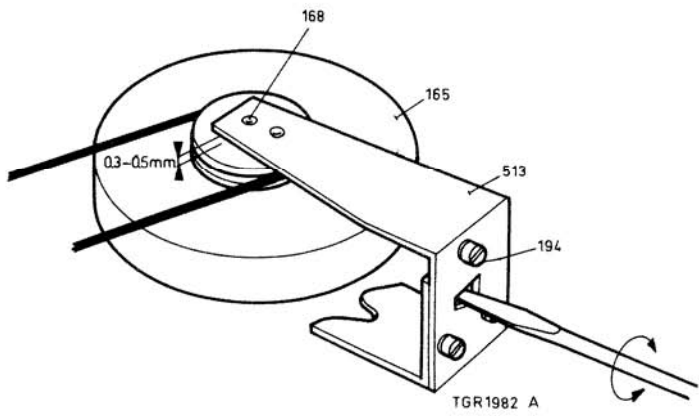
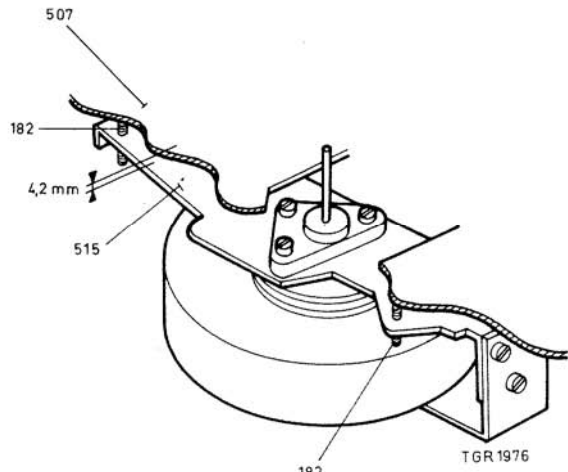

Fig. 29
Fig. 30
#### Instelling van het vliegwiel pos. 165, zie fig.29
- In deze stand moet de afstand tussen de onderkant van de toon- as en het lagerplaatje pos.168 tussen de 0,3 en 0,5 mm bedragen.
- Dit is in te stellen door beugel pos. 513 met behulp van een schroevendraaier te verschuiven. (Eerst de schroeven pos. 194 los zetten.)
#### Hoogte-instelling klapchassis pos. 515, zie fig.30
- De afstand tussen klapchassis pos. 515 en de grote montage- plaat pos. 507 moet  $\pm 4,2$  mm bedragen.
- Dit is in te stellen door de linker schroef pos. 182 verder in of uit te draaien.